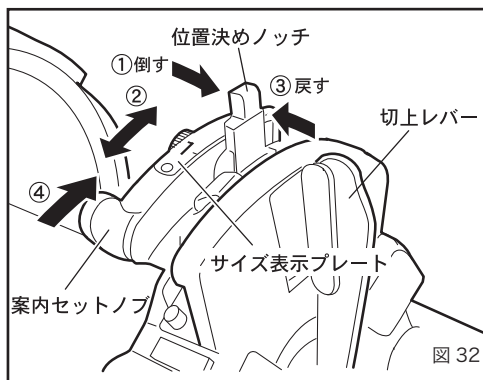
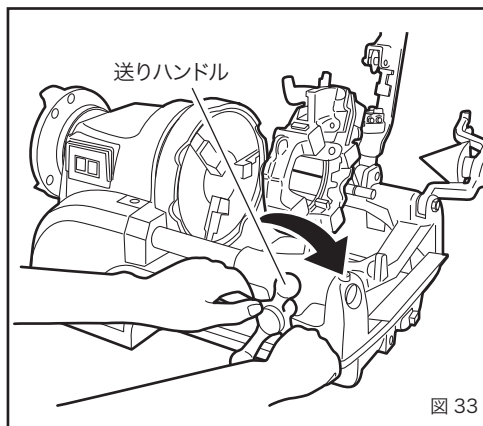

図 32
図 33
サイズ変更する場合 (図 32)
- ①位置決めノッチを図 32 の矢印①の方向に倒す。
- ②サイズ表示プレートに表示されている希望のパイプサイズに位置決めノッチを合わせる。(矢印②)
- ③位置決めノッチを矢印③の方向に倒しながら、ノッチの溝に位置決めピンをはめ込む。
2. 案内セットノブを矢印④の方向に止まるまで押すと、ダイヘッドはセットの位置になります。ON スwitchを押すと、オイルはダイヘッドから自動的に注油されます。
3. 送りハンドルを時計方向に回して、パイプにダイヘッドを押しつけ、チェーザを食いつかせてください。(図 33)
案内セットノブ(図 32 参照)を押し上げてダイヘッドをねじ切りのセット状態にします。そしてパイプにねじを切っていきますと、パイプ端面が切上げレバーにあたり、徐々に押し出していきます。パイプに切られたねじが規定長さになりますと、切上げレバーが押し上げられ、チェーザがパイプから離れねじ切りが終わります。(図 35-1)